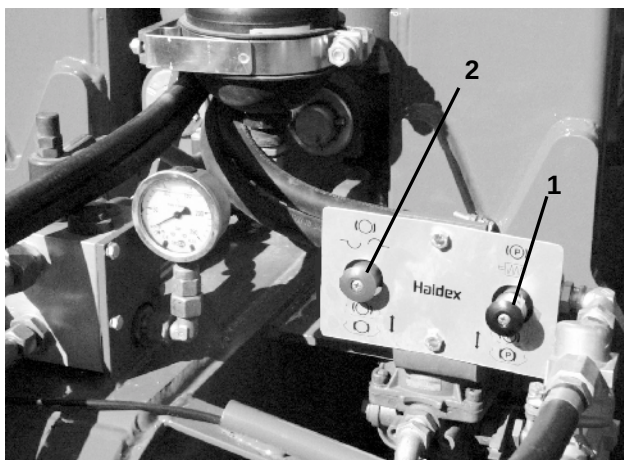

Fig. 14
- Frigör parkeringsbromsen (svart reglage) (Fig. 14/1).
- Med det röda reglaget (Fig. 14/2) kan bromsarna frigöras, om bromslangarna inte är anslutna (t ex vid rangering).